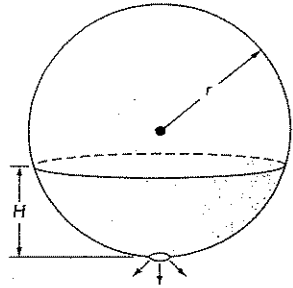

FIGURA P22.16 Tanque esférico.
22.16 Um tanque esférico tem um orifício circular no fundo pelo qual o líquido escoo para fora (Figura P22.16). A vazão pelo buraco pode ser estimada por